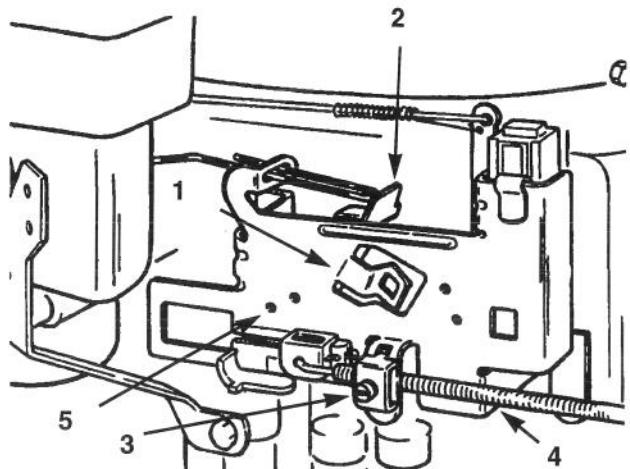

Figure 26
3. Pincer les extrémités des colliers de serrage et les éloigner du filtre (Fig. 26).
- B. Quand la commande est sur FAST, les trous de repérage du levier de commande du régulateur doivent se trouver dans l'alignement de la plaque du régulateur (Fig. 26). Si ce n'est pas le cas, se reporter au point 4 pour la procédure de réglage.
- B. Desserrer la vis de serrage du câble d'accélérateur jusqu'à ce que la gaine coulisse (Fig. 26).
- C. Déplacer la gaine du câble jusqu'à ce que les trous de repérage du levier de commande du régulateur se trouvent dans l'alignement de la plaque du régulateur (Fig. 26). Serrer alors la vis de serrage du câble.